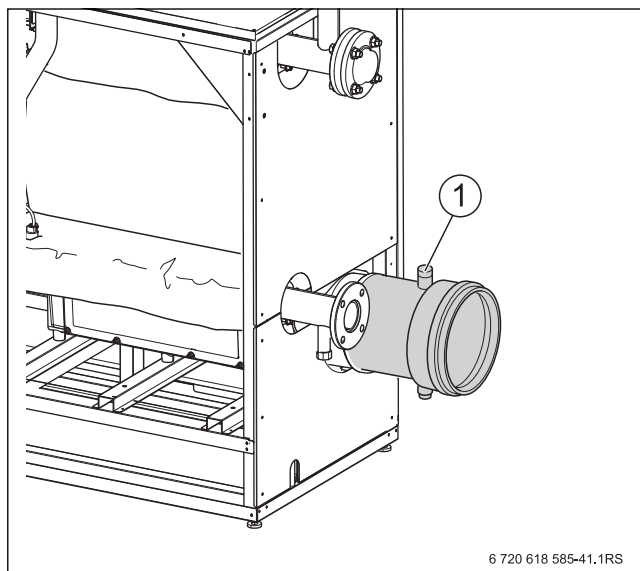

Fig. 36 Rilevamento dei valori di misurazione
- Posizionare la sonda di misurazione nel flusso centrale attraverso l'apertura di misurazione (→ fig. 36, pag. 30) del tubo di scarico dei gas combusti e controllare il tenore di CO₂.
- ▶ Posizionare la sonda di misurazione nel flusso centrale attraverso l'apertura di misurazione (→ fig. 36, pag. 30) del tubo di scarico dei gas combusti e controllare il tenore di CO₂.